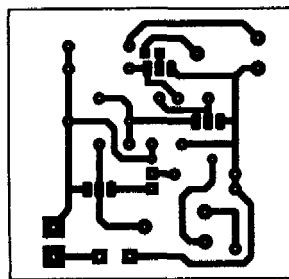
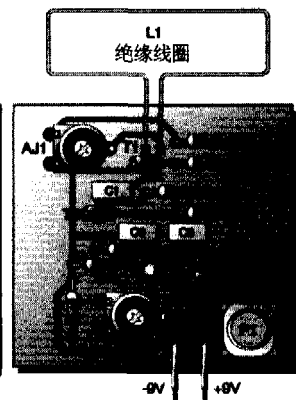

图2 印制板布线图
图3 元件安装图
2. 制作 图2为印制电路布线图。图3为元件装配图。考虑到整个电路和电池要装在一个塑料盒里，印制电路的尺寸不能太大，元件的插脚不能留得过长，以免